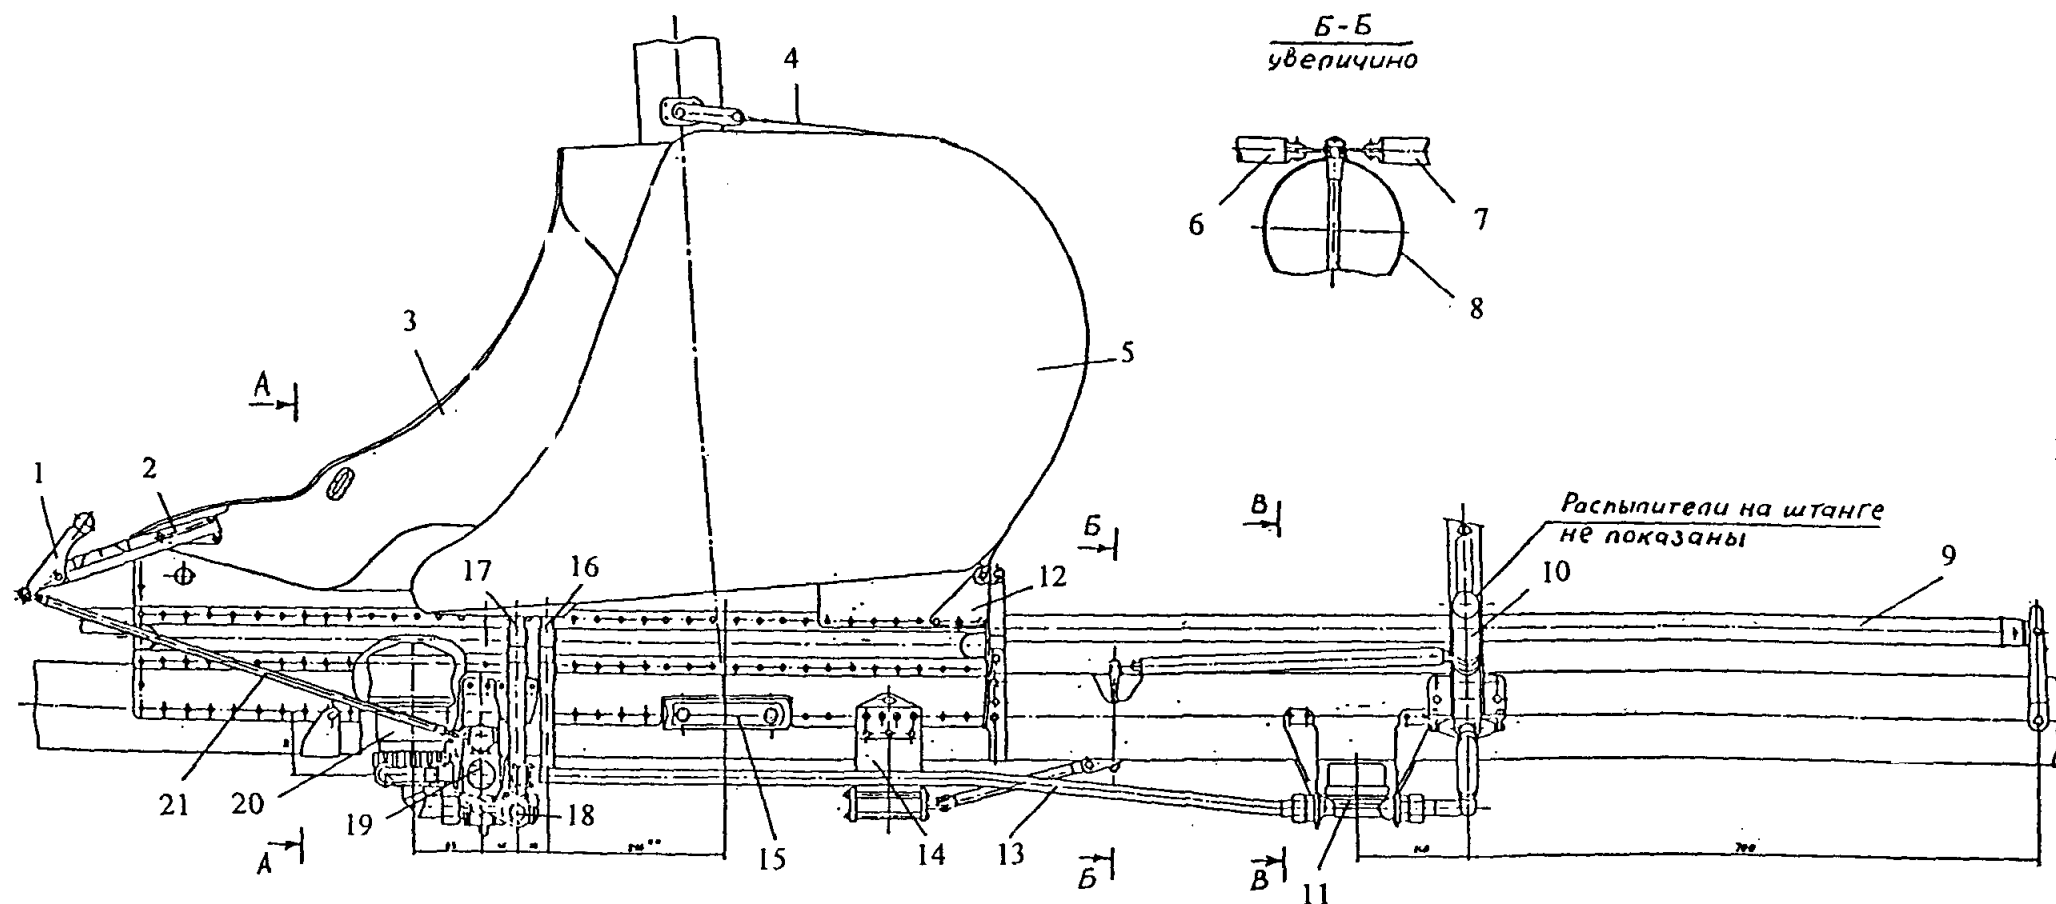

Рис. 13. Монтажная схема сельскохозяйственного оборудования
- рычаг управления краном сети с тягой управления, установлен на кресле пилота слева перед РУД ом (рис.13);
Центральный узел (рис.13,14,17) включает в себя:
Узел управления краном сети включает в себя рычаг управления, кронштейн крепления рычага к левой боковине чашки сиденья пилота и тягу (рис.13).